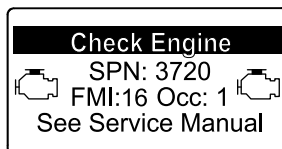

Figure 75
- Avertissement moteur SPN 3720, FMI 16 (Figure 75)